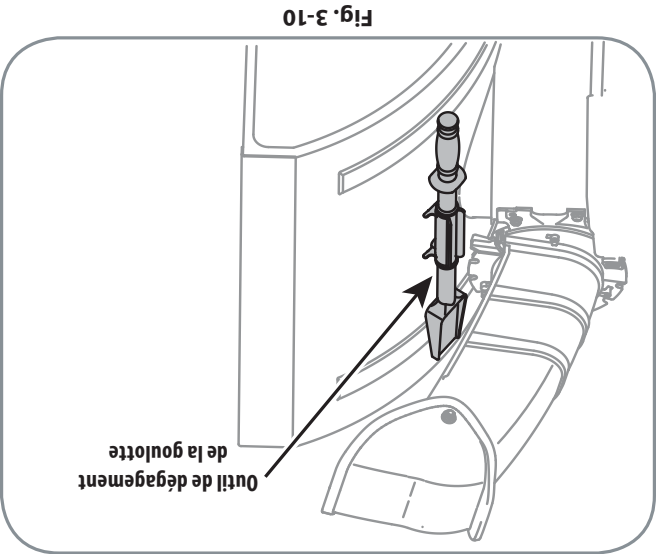

Fig. 3-10
- Un outil de dégagement de la goulotte est maintenu sur le dessus de l'habitacle de la tarière avec une attache. L'outil sert à dégager une goulotte bouchée. Voir la Figure 3-10. Consultez le chapitre «Utilisation de la souffluse» pour plus de renseignements concernant cet outil de dégagement de la goulotte.